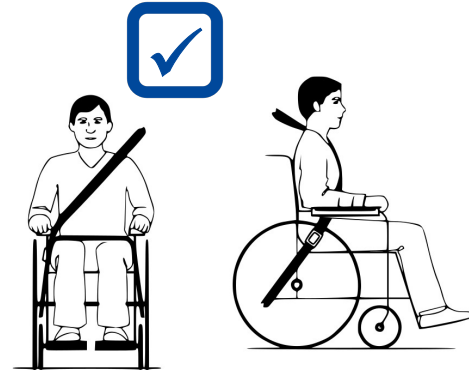

Figura 4 **Disposizione corretta della cintura di ritenuta**
10. Accertarsi che le cinture di ritenuta trasversali passino sopra le spalle; vedere la figura 4.